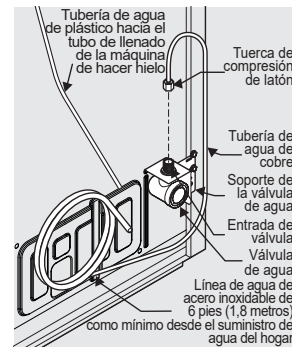

figura 1
- 4 **Si usa tubería de cobre** - deslice la tuerca de compresión de latón, luego la férula (manguito) en la línea de suministro de agua. Empuje la línea de suministro de agua en la entrada de la válvula de agua hasta el tope (1/4" / 6.4 mm). Deslice la férula (manguito) en la entrada de la válvula y apriete a mano la tuerca de compresión en la válvula. Aprieta otra media vuelta con una llave; NO apriete demasiado. Vea la figura 1.